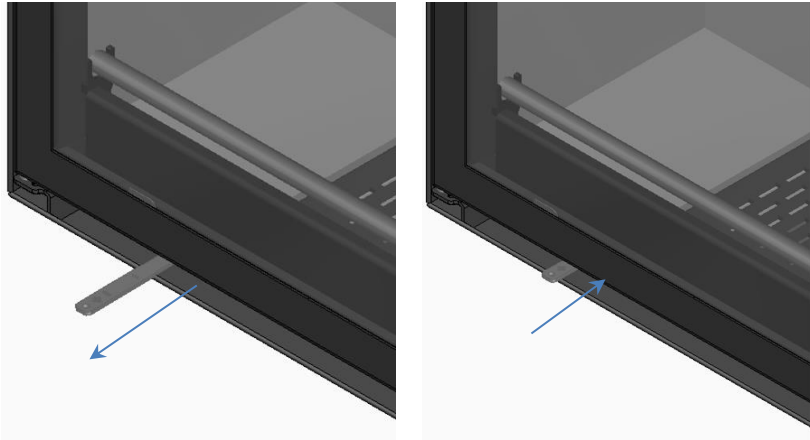

Figure 15 - Régulateur d'air de combustion
* Pour ouvrir - Tirez le régulateur avec la clé qui vient dans l'équipement, pendant la phase d'allumage et une plus grande consommation de bois, voir Figure 15.
* Cela crée également un effet de nettoyage sur le verre, ce qui permet de garder le verre propre plus longtemps, voir la Figure 15.